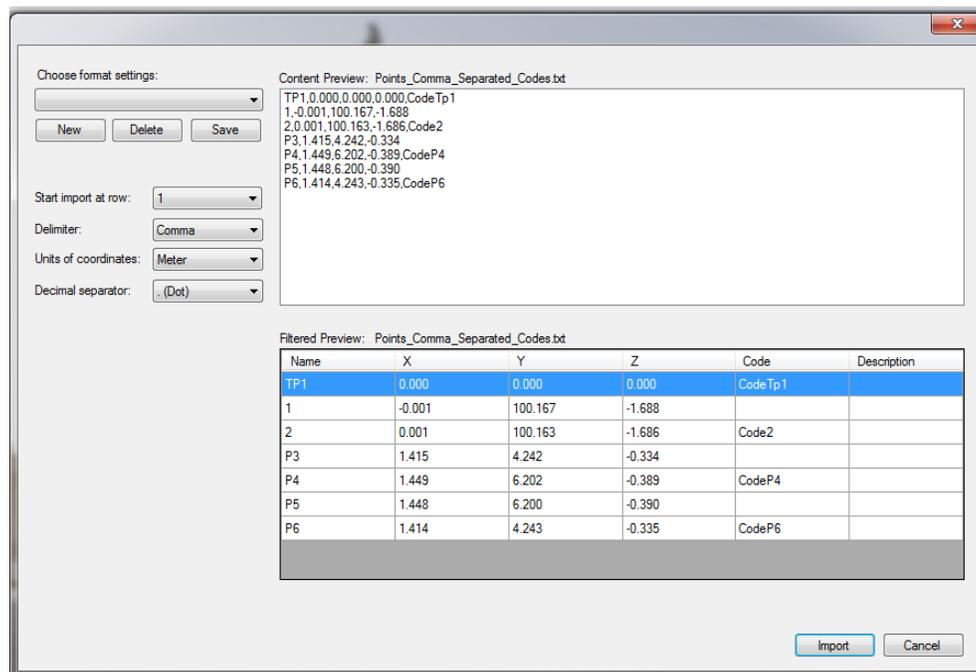

图 59: 导入测量窗口 - 导入前 TP (控制点) 文件的视图
- “导入测量”窗口 (图 59) 显示 DatuSurvey™ 如何解析控制点文件。如解析不正确, 可设置正确的分隔符, 更改 (通过拖动) 坐标列的顺序, 并设置小数分隔符。默认测量单位在是米, 但通过从下拉列表选择其他单位可以更改。